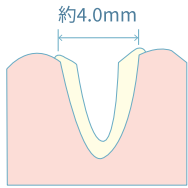

図2 支台歯形成
- 支台歯の形成を凹面状（直径 約4.0mm）にすると吸着面を低くすることができます。（図2参照）